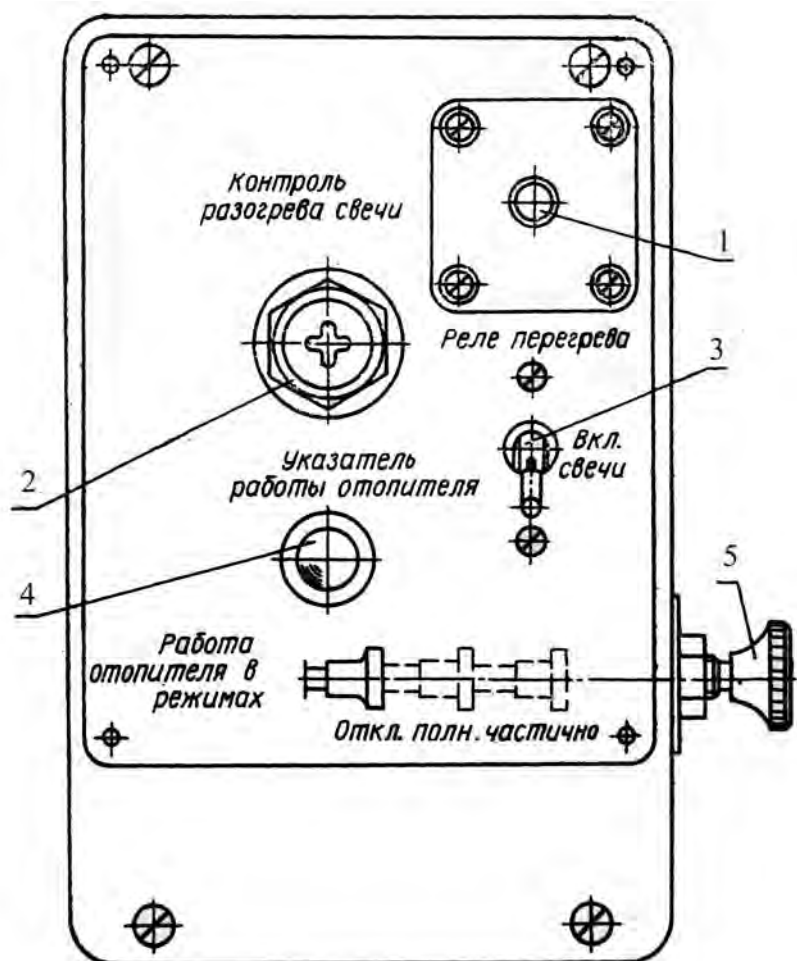

Рис. 10. Щит управления отопителя ОВ-65Б:
- включить свечу накаливания щита управления отопителем (рис. 10) поворотом ручки выключателя 3 вверх, при этом контрольная спираль 2 должна накаливаться,